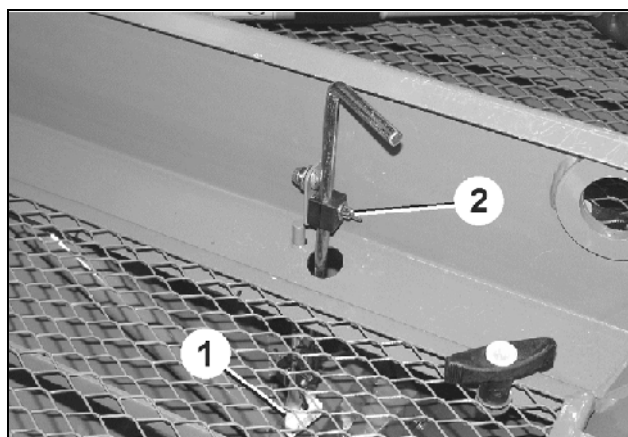

Fig. 108
1. Løsn vingemøtrikken (Fig. 108/2) lösen.
- 2 Niveausensorens (Fig. 108/1) højdeposition skal indstilles afhængigt af den ønskede såsædsrestmængde.